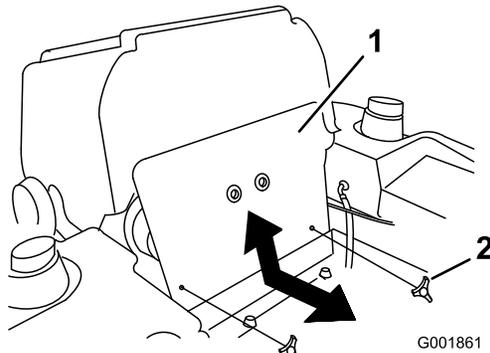

Figure 43
3. Basculez le siège en avant et déposez le panneau avant du moteur (Figure 43).